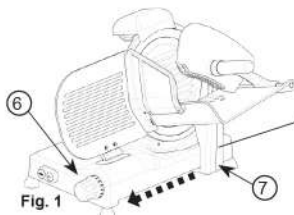

Fig. 2
- Empuje el carro (7) hacia el botón (6) y gire el carro (7) - fig. 2 / 3.